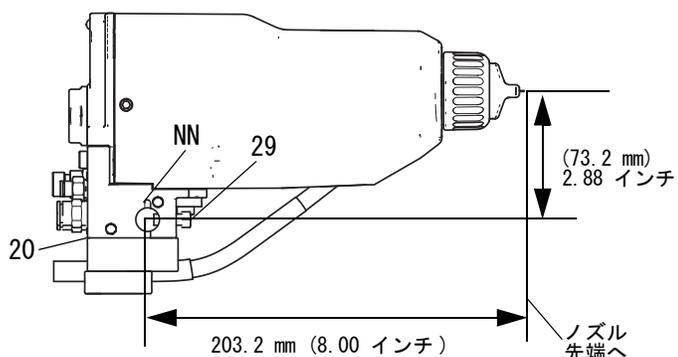

図 4 取り付け
1. マニホールドの 2 本のセットネジ (29) をゆるめて、マニホールド (20) を 13 mm (1/2 インチ) 取り付けロッドにスライドします。図 4 を参照してください。
**メモ:** 位置決め精度を上げるために、3 mm (1/8 インチ) の位置決めピンをブラケットのスロット (NN) に合わせ、ロッドの穴を通します。詳細は 図 4 を参照してください。